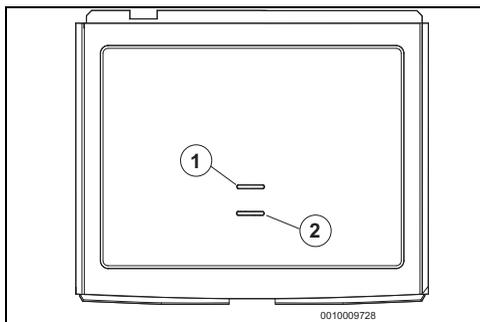

Fig. 16 Módulo emisor
- ▶ Mientras la unidad de mando establece la conexión, pulsar la tecla de conexión (→ fig. 16, pos. [2]) en el módulo emisor durante cinco a diez segundos para conectar el módulo emisor.
El LED (→fig. 16, pos. [1]) parpadea durante la conexión dos veces en cinco segundos.